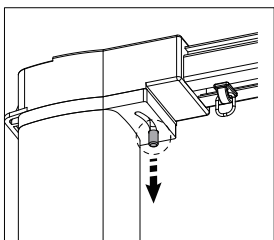

Abb. 18-a
18. Wenn Sie den Motor entfernen möchten, müssen Sie den Kippschalter von Hand herausziehen (Abb. 18-a) und dann in die ursprüngliche Richtung drehen (Abb. 18-b), um den Motor zu entfernen.